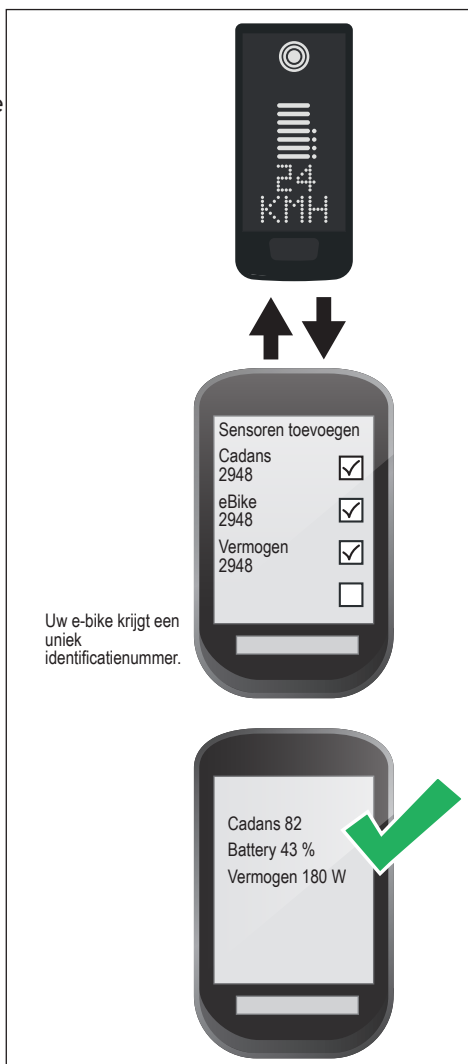

Fig. 8: Verbinding e-bike met fietscomputer
- Selecteer ten minste één van de drie getoonde sensoren (zie Fig. 8).